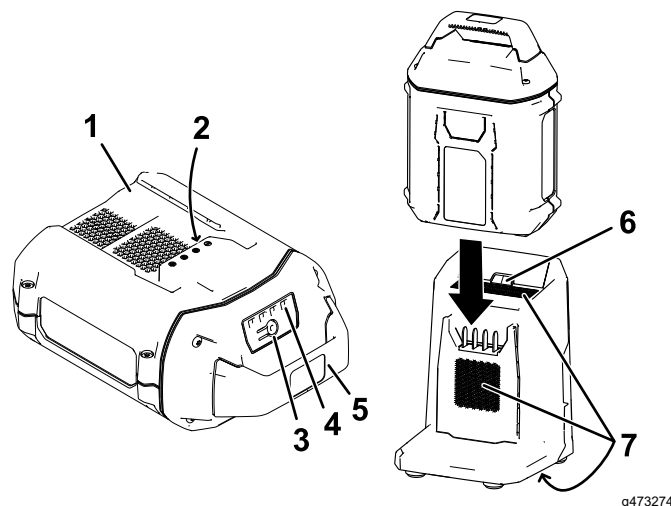

Figura 20
2. Alinhe a cavidade na bateria (Figura 20) com o ressalto no carregador.
3. Deslize a bateria para o carregador até que fique totalmente encaixada (Figura 20).